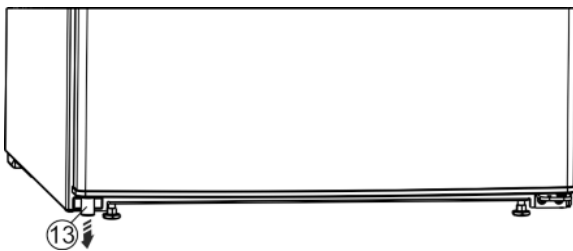

Fig. 5
- ▶ Linksonder de afstandhouder Fig. 5 (13) uit de deur verwijderen.